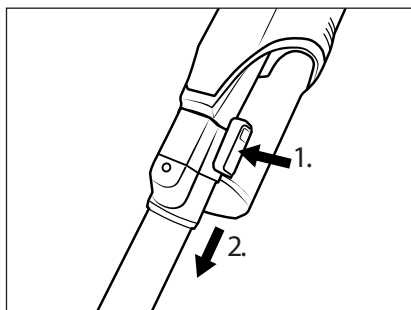

Fig. 11
- ◆ Para remover o tubo de aspiração **24** do aparelho, mantenha o botão de desbloqueio do tubo de aspiração **25** pressionado e puxe o tubo de aspiração **24** da abertura de sucção do aparelho (ver fig. 11).